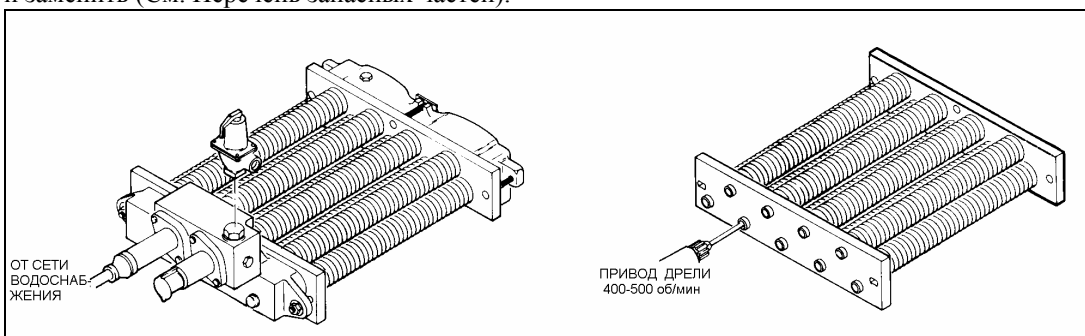

Рис.52. Испытание и очистка труб теплообменника.
2. Внутренние поверхности труб необходимо обработать как показано на Рис.52.
6. Перед установкой испытайте теплообменник под давлением городской водопроводной сети на наличие утечек (см. рис.52).